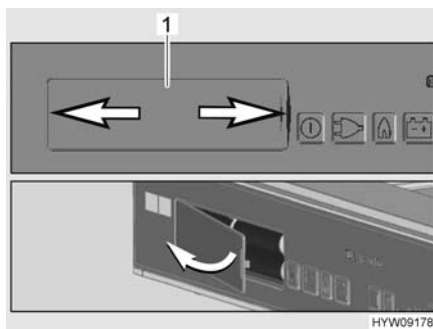

Fig. 145 Vano batteria
- Premere contemporaneamente a sinistra e a destra sul coperchio (Fig. 145,1) del vano batteria (freccia).